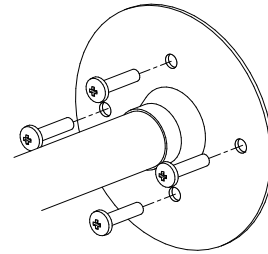

図 10-1 取付足固定方法
- (2) カメラを取付足のカメラ取付ネジで図 10-1 に示す様に確実に固定します。